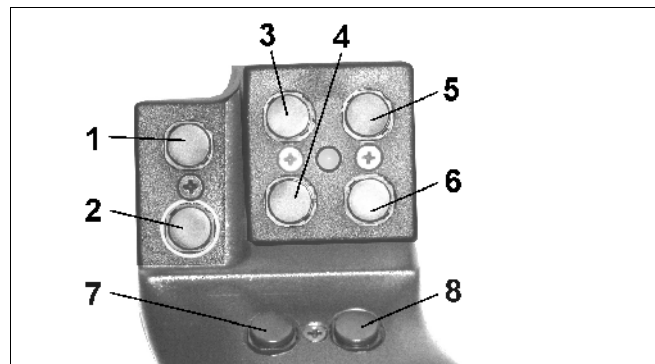
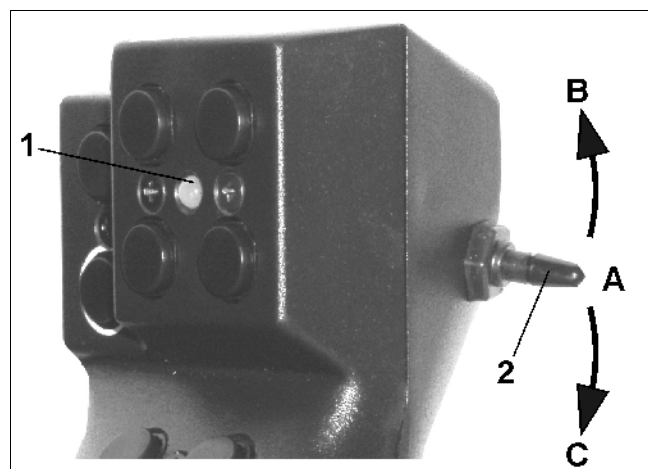

Fig. 89
Fig. 90
Para manejar el **AMATRON⁺**, la empuñadura multifuncional (Fig. 89) tiene a disposición 8 teclas (1 - 8). Además, mediante el interruptor (Fig. 90/2) se puede modificar tres veces la ocupación de las teclas.
-  posición media (Fig. 90/A) pudiendo ser activado hacia
-  arriba (Fig. 90/B) o hacia
-  abajo (Fig. 90/C).
La posición del interruptor es indicada mediante una luz LED (Fig. 90/1) anzeigeigt.